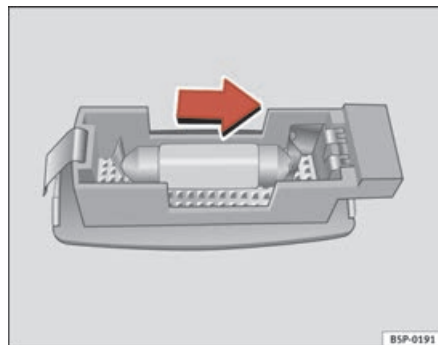

Fig. 204 Smontaggio della luce dell'aletta parasole
- Estrarre con cautela il coprifanale utilizzando il cacciavite dal lato piatto, come indicato nella figura ⇒ fig. 204.
- Rimuovere la lampada, movendola verso l'esterno nel senso della freccia ⇒ fig. 204. ■